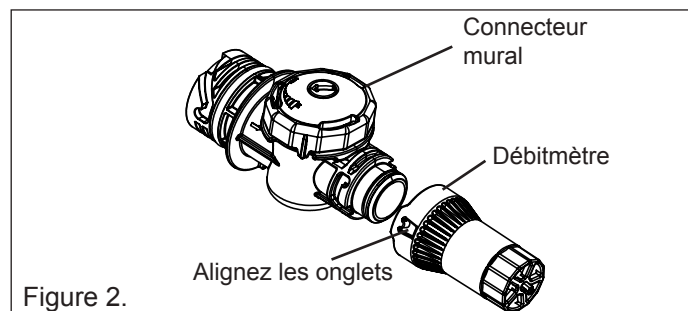
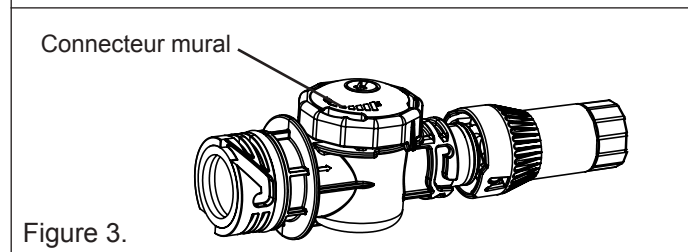

Figure 2.
Figure 3.
1. Connectez le débitmètre au raccord mural en alignant les deux onglets sur le débitmètre. **Voir la Figure 2.** Poussez et tournez le débitmètre dans le sens horaire jusqu'à ce qu'il s'arrête, puis tirez-le légèrement de la paroi. Assurez-vous que le débitmètre est verrouillé en place en le tournant dans le sens antihoraire tout en le tirant légèrement. **Voir la Figure 3.**